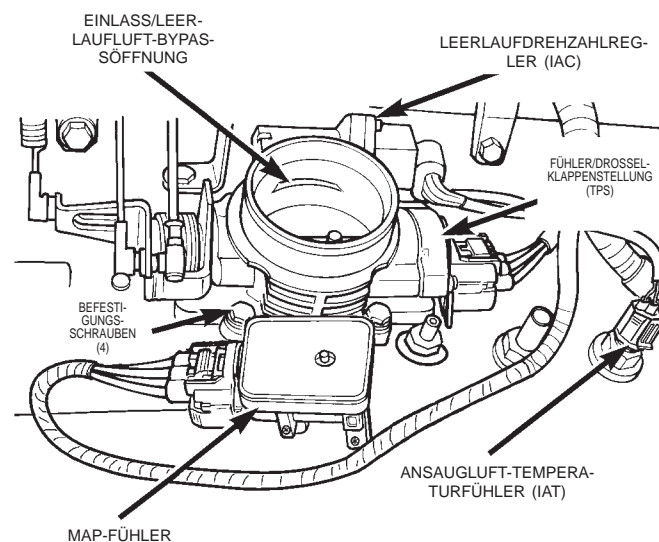
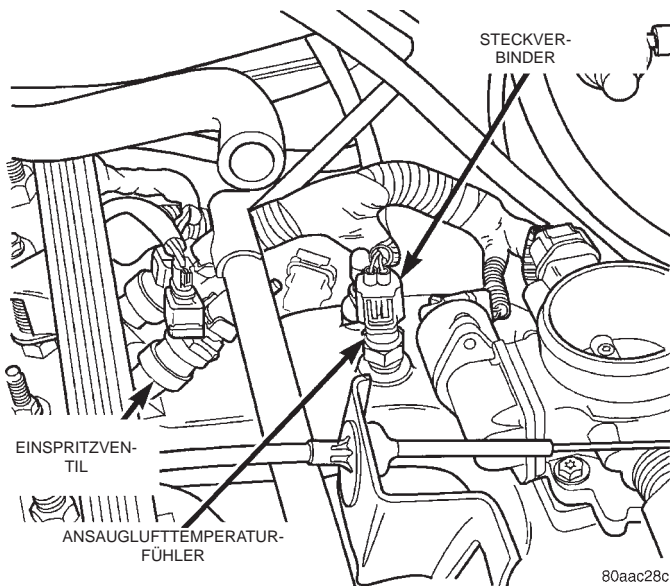

Abb. 34 Ansaugluft-Temperaturfühler (IAT)—Beispiel
Abb. 35 Ansauglufttemperaturfühler 2.5L-Motor
(1) Den Kabelbaum-Steckverbinder vom Ansaugluft-Temperaturfühler (IAT) abziehen (Abb. 34) oder (Abb. 35).
Zur vollständigen Prüfung des TPS (Abb. 34) und der zugehörigen Stromkreise siehe das DRB-Testgerät und das entsprechende Systemdiagnosehandbuch